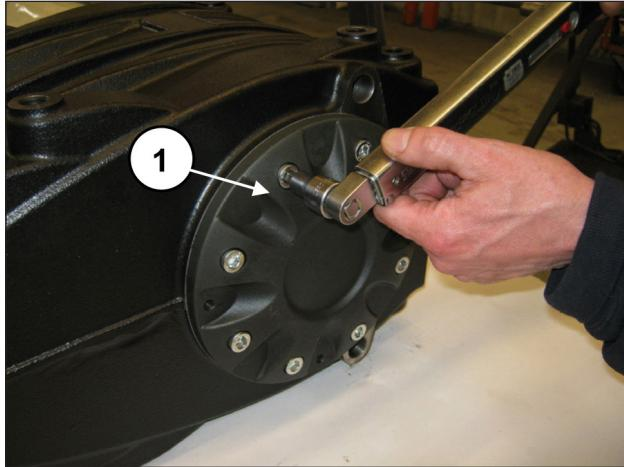

Рис. 60
Закрутите 8 винтов M10x30 (поз. ①, Рис. 60).